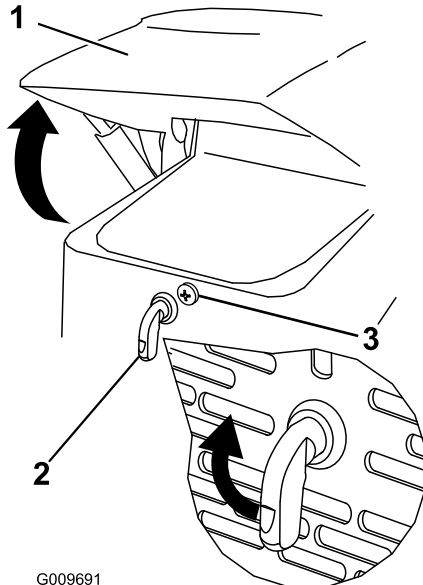

Figura 27
1. Afloje el tornillo de bloqueo del capó (Figura 27).